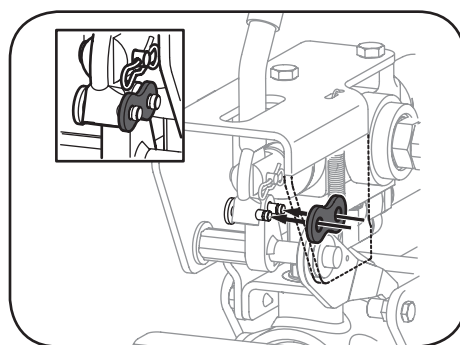

Figura 3-4
5. Instale la placa del conector al conector de la manija. Vea la Figura 3-4.